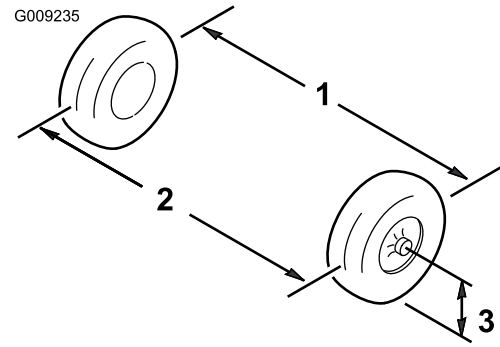

Figura 12
1. Mida la distancia entre los neumáticos delanteros a la altura del eje, en la parte delantera y trasera de las ruedas (Figura 12).